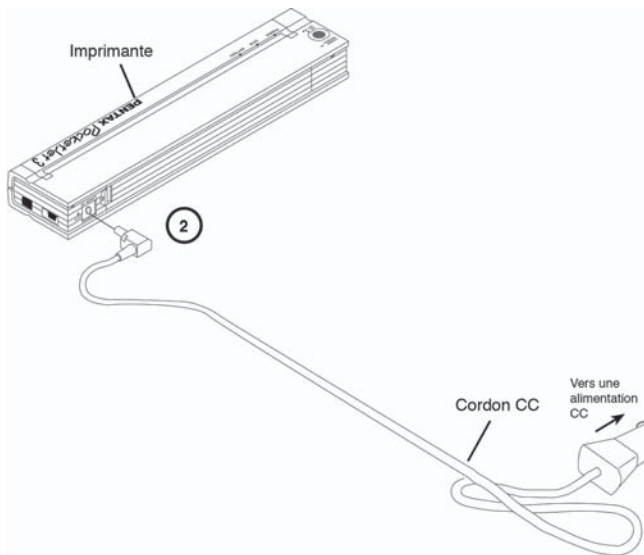

FIGURE 3. Branchement de l'imprimante sur une alimentation CC
1. Branchez le cordon électrique (embout allume-cigare ou raccordement fixe) sur l'alimentation 12 Vcc du véhicule, comme illustré à la Figure 3. (Ces articles sont disponibles en option – Consultez les Informations de commande, Chapitre 8.)